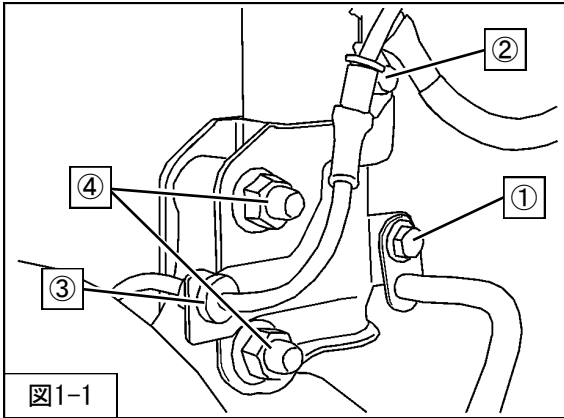

図1-1
2. ①ブレーキホース取付ボルト
②ABSセンサハーネス取付ボルト
③ABSセンサハーネス取付クリップ
④フロントサスペンションASSYロア取付ボルト・ナットを取外してください。（図1-1）